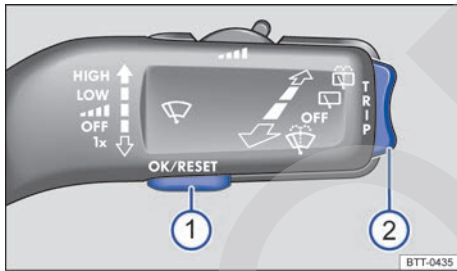

Fig. 45 En el lado derecho de la columna de dirección: teclas de la palanca del limpiacristales (vehículo sin volante multifunción).
Mientras haya una advertencia con prioridad 1 → pág. 46, no se podrá acceder a ningún menú. Algunas advertencias se pueden confirmar y ocultar con la tecla → fig. 45 **1** de la palanca del limpiacristales.
- Si se muestra un mensaje o el pictograma de un vehículo, pulse la tecla → fig. 45 **1**.
- Para visualizar el menú principal → pág. 50 o para volver al menú principal desde otro, mantenga pulsada la tecla basculante → fig. 45 **2**.
- Pulse la tecla basculante → fig. 45 **2** hasta marcar la opción de menú deseada.
- Para abrir la opción de menú, pulse la tecla → fig. 45 **1**.
- Realice las modificaciones deseadas con la tecla basculante de la palanca del limpiacristales → fig. 45 **2**. Dado el caso, mantenga pulsada la tecla para aumentar o reducir los valores más rápidamente.
- Marque y confirme la selección pulsando la tecla **OK/RESET** → fig. 45 **1**.
- **O BIEN:** mantenga pulsada la tecla basculante → fig. 45 **2**.